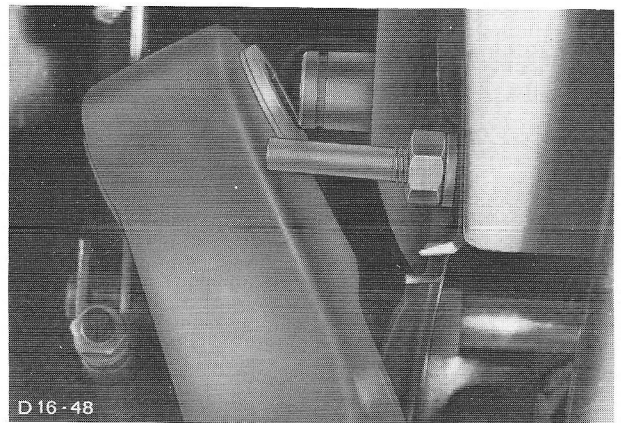

Fig.192 Koppelingpedaal monteren.
9. Monteer het koppelingpedaal door het op de as te plaatsen en de as zover naar links te drukken dat de sluitring en de borgveer kunnen worden gemonteerd (fig.192).